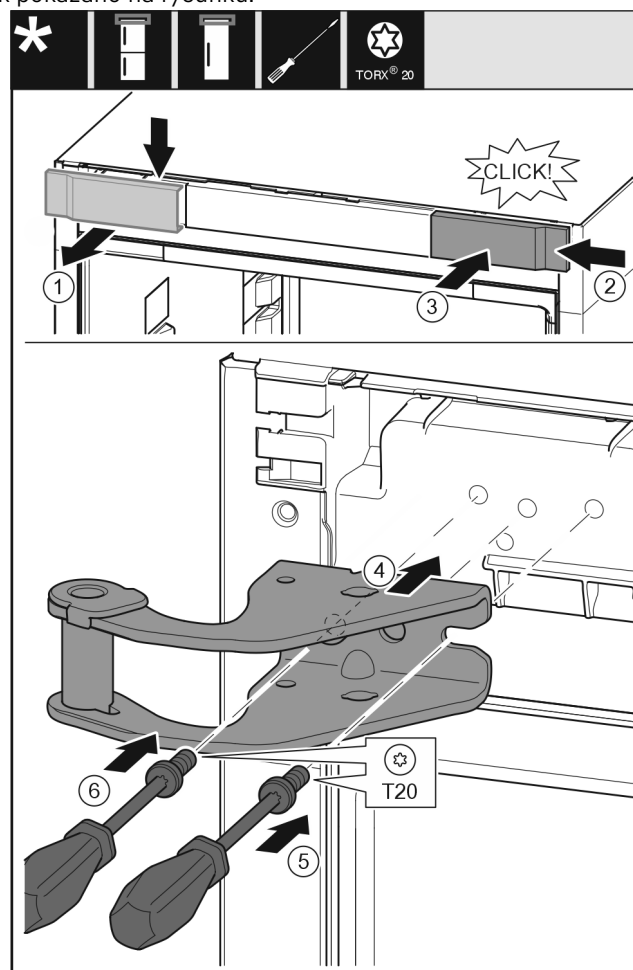

Fig. 31
- ▶ Wyjąć osłonę od góry do przodu. Fig. 31 (1)
- ▶ Osłonę obrócić o 180° założyć z drugiej strony od prawej. Fig. 31 (2)
- ▶ Ząbować osłonę. Fig. 31 (3)
- ▶ Założyć górną płytkę zawiasu. Fig. 31 (4)
- ▶ Śrubę założyć przy pomocy śrubokręta T20 i mocno dokręcić. Fig. 31 (5)
- ▶ Śrubę założyć przy pomocy śrubokręta T20 i mocno dokręcić. Fig. 31 (6)